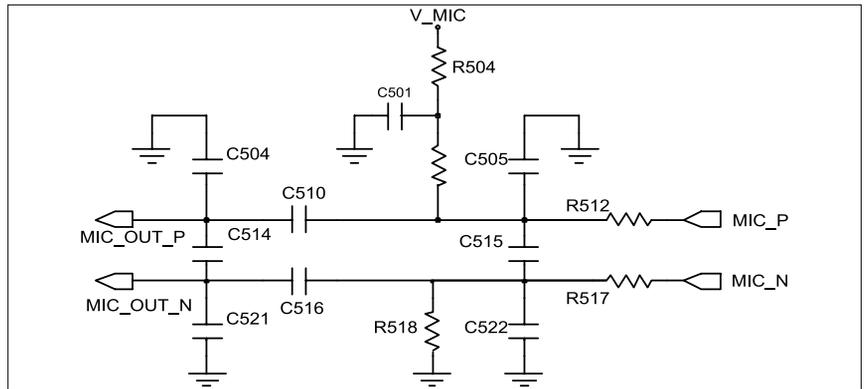

Рис. 12. Фрагмент схемы проверки микрофона
2. Проверяют наличие напряжения 2,85 В на резисторе R504. При его отсутствии проверяют элементы в цепи микрофона (рис. 12).